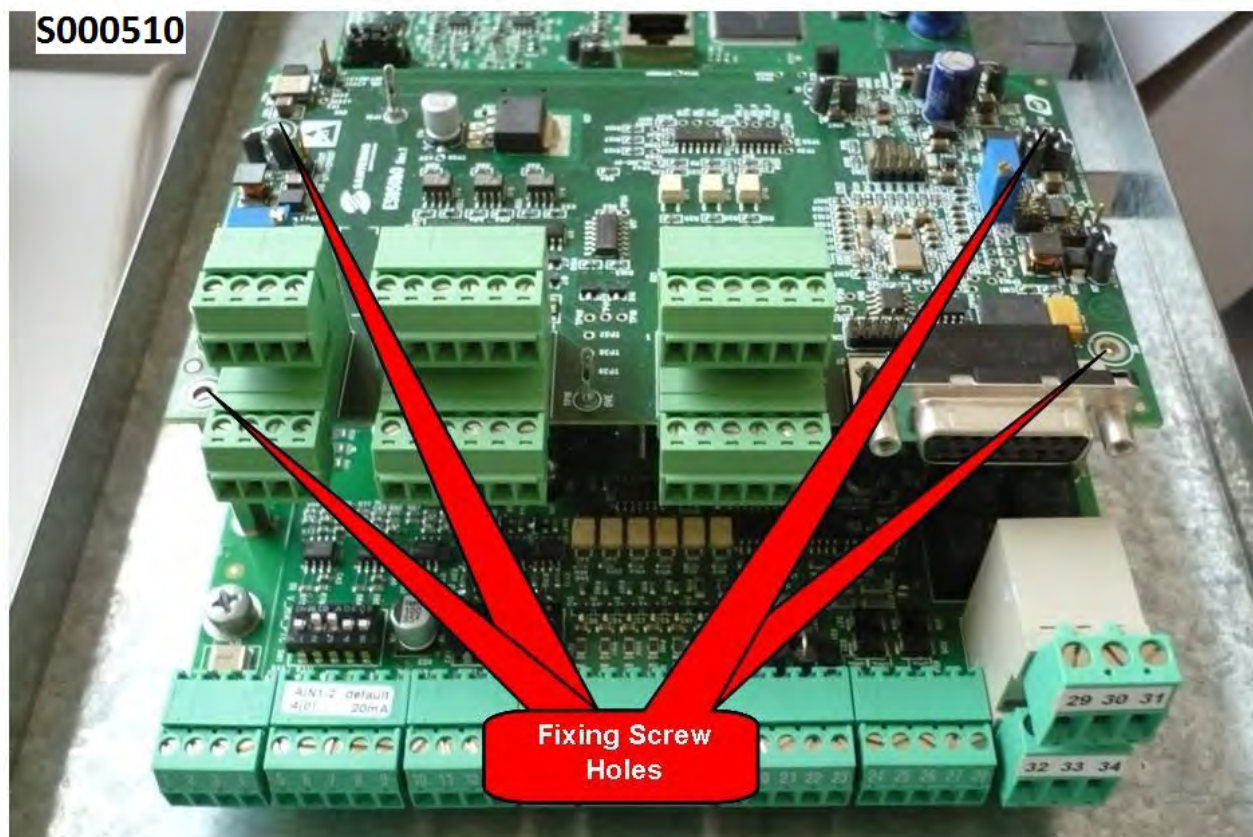

Figura 238: Fissaggio della scheda ES950 dentro l'inverter
4. Inserire la scheda nello slot C facendo attenzione ad allineare correttamente i pettini dei contatti con i due connettori dello slot (CN7A e CN7B). Se la scheda è correttamente installata si ha l'allineamento tra i quattro fori di fissaggio e le corrispondenti sedi delle viti delle colonnette metalliche di supporto. Dopo aver controllato il corretto allineamento serrare le quattro viti di fissaggio della scheda come mostrato nella Figura 238.